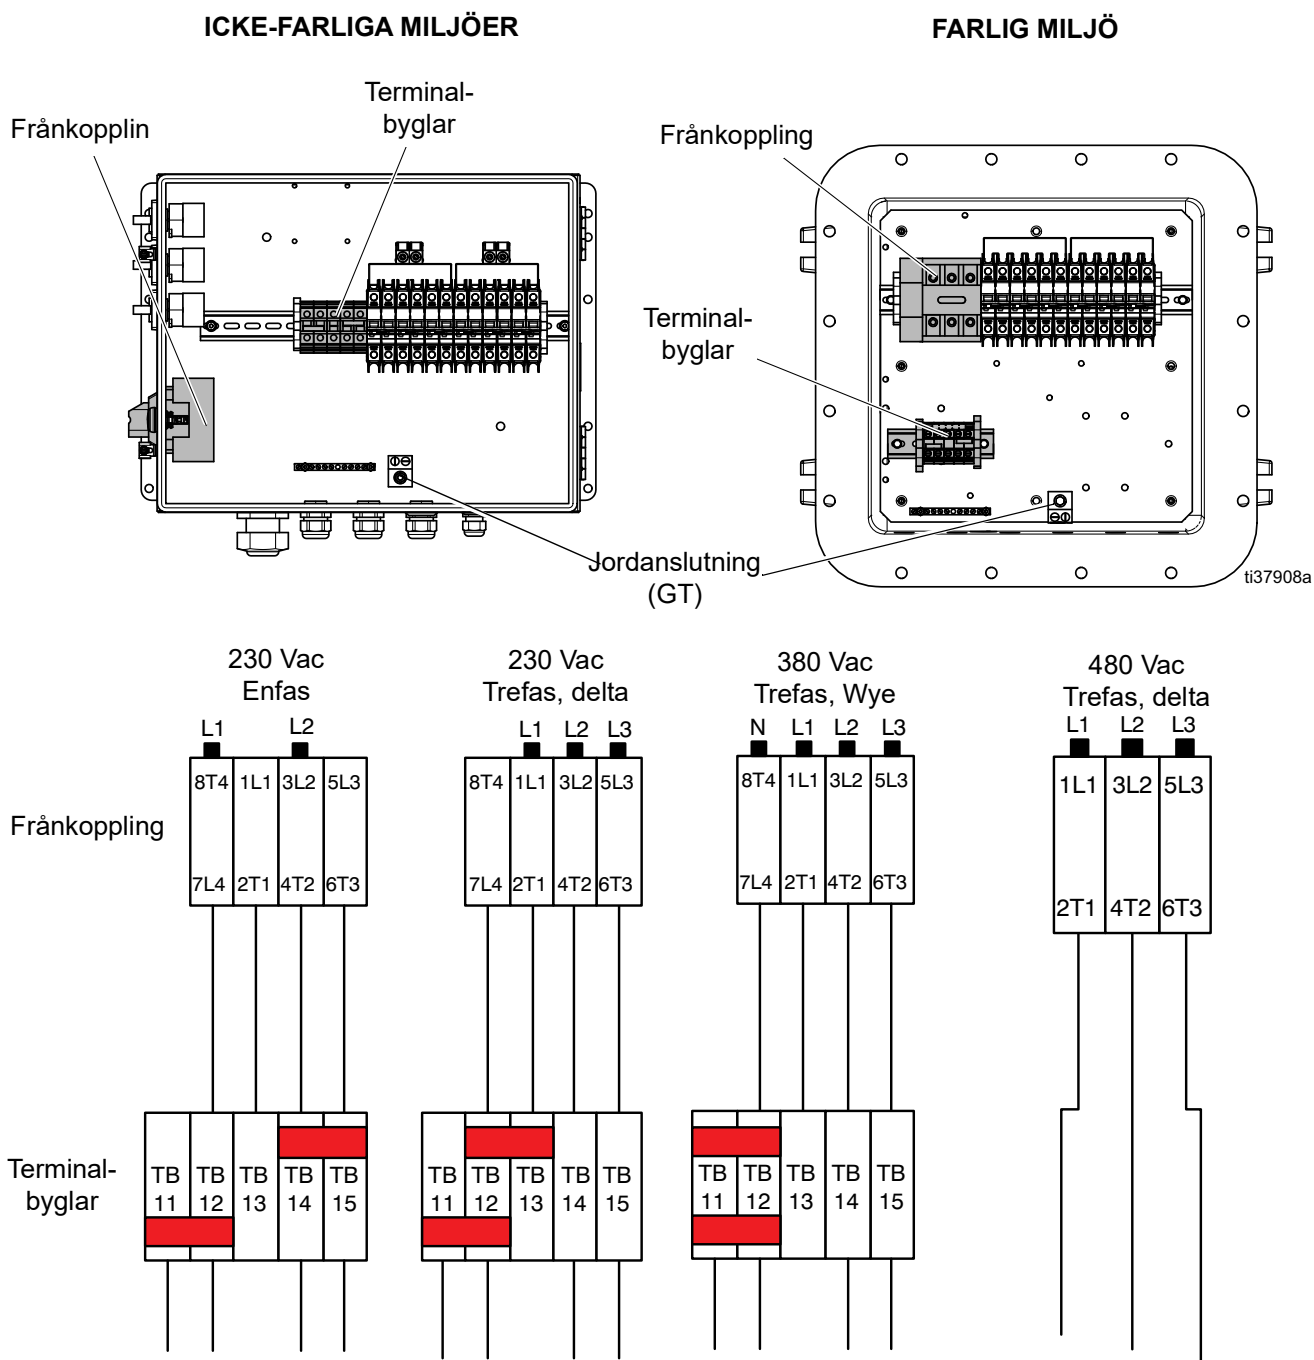

FIG. 7: XM-kopplingschema
Se FIG. 7 på sidan 29.
5. Anslut nätsladden till frångkopplingen enligt FIG. 7, sidan 29. Dra åt ledare till moment 6,2 N•m (55 in-lb). Dra försiktigt i alla anslutningar för att kontrollera att de är ordentligt fastsatta.
6. **Endast för icke-farliga platser:** Dra åt dragavlastningen (BH).
7. Anslut de medföljande terminalbyglarna vid de punkter som visas i FIG. 7, sidan 29.
8. Kontrollera att alla objekt är korrekt anslutna så som visas i FIG. 7, sidan 29 och stäng sedan elskåpsdörren.